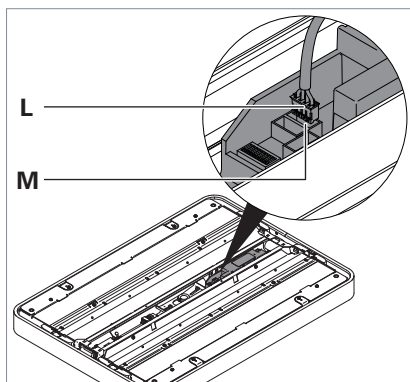

Fig. 10: Collegamento della testa dell'apparecchio d'illuminazione, parte 1.
- Collegare la spina **L** alla presa **M** "Tastm." sulla testa dell'apparecchio d'illuminazione, vedi Fig. 10.